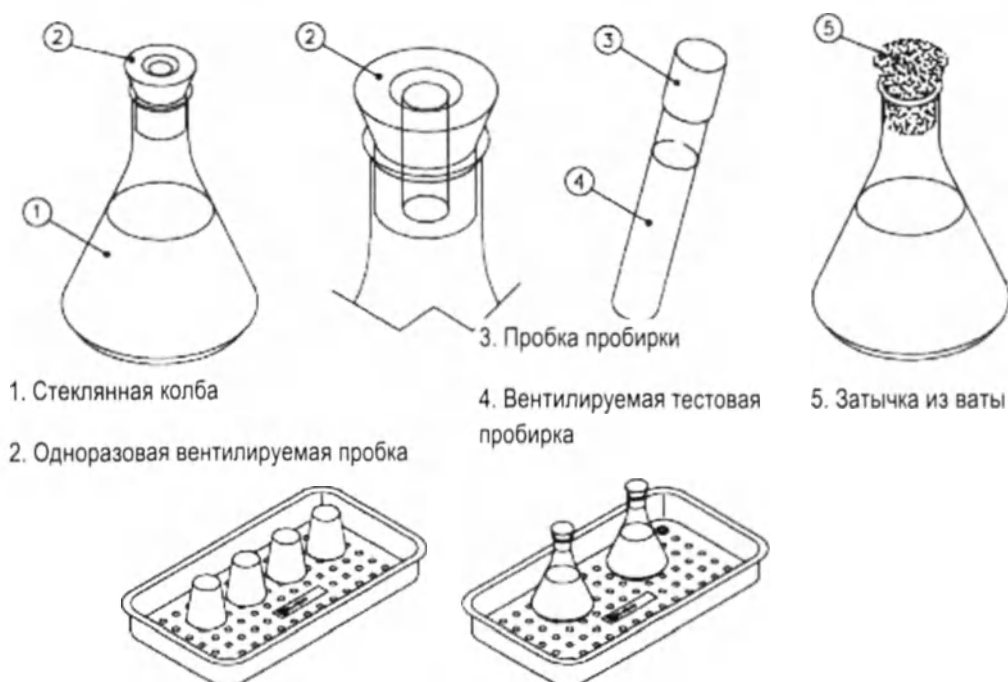

Рис. 16: Загрузка жидкостей
- 2) Загрузить в камеру жидкости, как показано на Рис. 16, закрыть и заблокировать дверь.